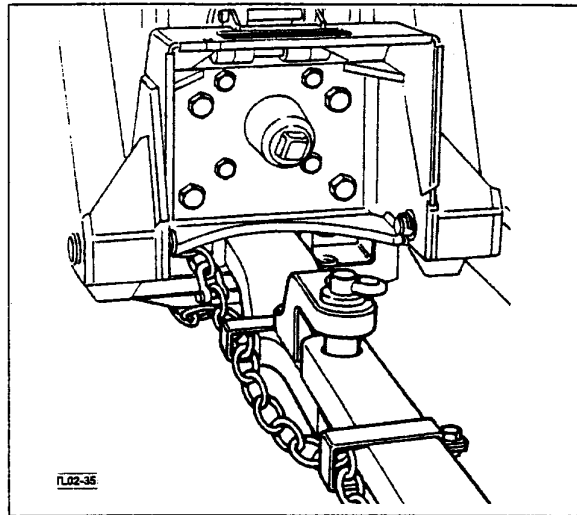

Fig.2-35
- Una cadena de seguridad servirá para controlar el equipo remolcado, en el caso que se desenganche accidentalmente de la barra de tiro durante el transporte. Usando los idóneos adaptadores, enganchar la cadena en el soporte de la barra de tiro del tractor o en otros puntos de fijación especificados. Deje la cadena bastante libre para permitir el viraje. Solicite a su Concesionario una cadena con capacidad igual o superior al peso bruto de la máquina remolcada (Fig.2-35)